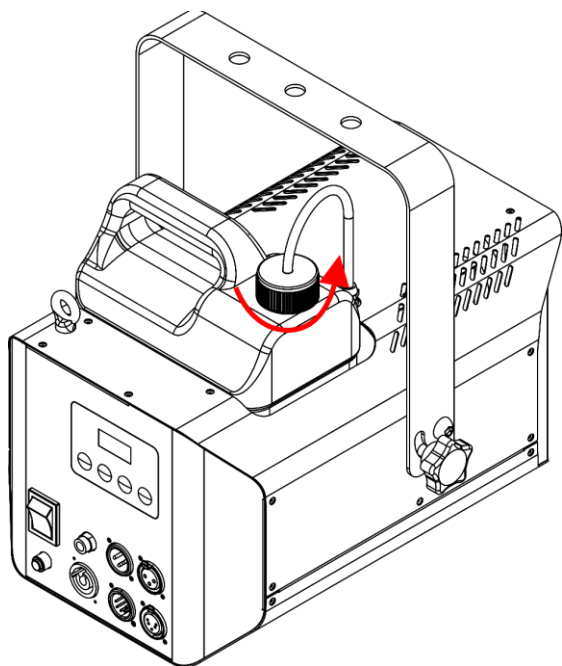

Fig. 14
- 02) Svitare il coperchio del serbatoio del liquido, come mostrato nella Fig. 14.